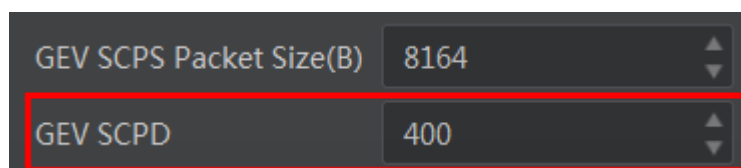

图5-7 包延时设置
6. 为避免相机出现丢包，可通过设置相机的数据包延时改善。相机连接但不预览的情况下，找到 *Transport Layer Control* 属性下的 *GEV SCPD* 参数进行设置，如图 5-7 所示。